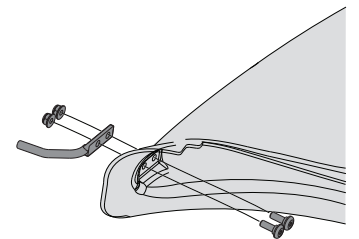

Figura 16
1. Desde el interior, pase dos tornillos de cabeza hexagonal (738-1225) del paquete de herrajes 689-02199 a través de los orificios en la parte inferior delantera del maletero. Consulte la Figura 16.
2. Coloque la varilla de montaje (747-06309) en su lugar sobre los tornillos de cabeza hexagonal. Verifique que la punta de la varilla mire hacia afuera del maletero. Consulte la Figura 16.
3. Comience a rosar las tuercas hexagonales con brida (712-04064) en los tornillos de cabeza hexagonal. Consulte la Figura 16.